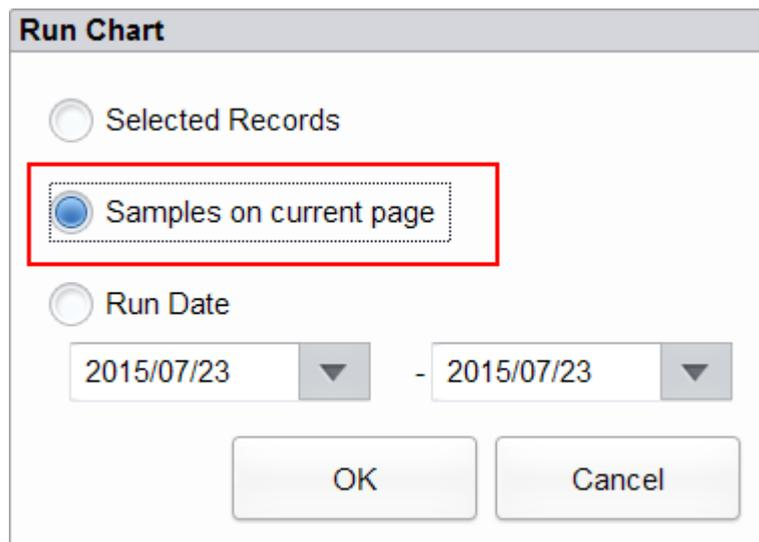

Рис. 8-13 Просмотр диаграмм для проб текущей страницы
- Нажмите кнопку **Run Chart** (Диаграммы параметров) и выберите **Samples on current page** (Результаты текущей страницы) из диалогового окна (Рис. 8-13):
- д. Нажмите кнопку **Run Chart** (Диаграммы параметров) и выберите **Run Date** (Результаты по дате) из диалогового окна (Рис. 8-13):